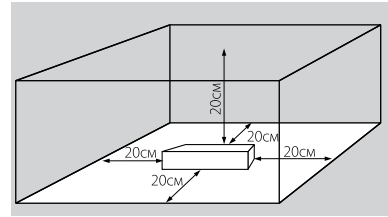

Рис. 3. Свободное пространство вокруг источника питания.
- 4.2. Для естественной вентиляции обеспечьте свободное пространство вокруг источника питания не менее 20 см, как изображено на Рис. 3. При невозможности обеспечить свободное пространство используйте принудительную вентиляцию.